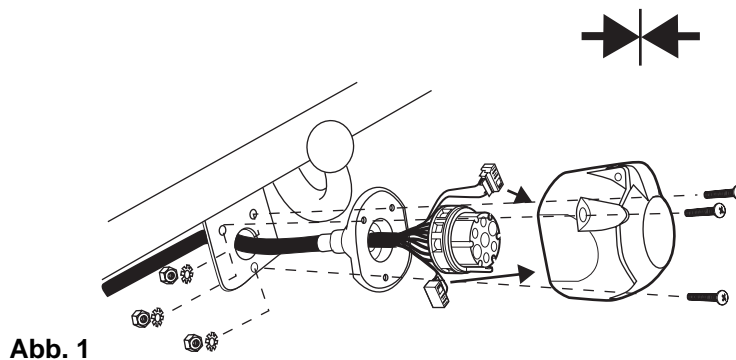

Abb. 1
- Die aufgeschobene Steckdosendichtung an die Steckdose schieben und Steckdose mit den beiliegenden Schrauben, Zahnscheiben und Muttern am Halteblech befestigen. (Siehe Abb.1)